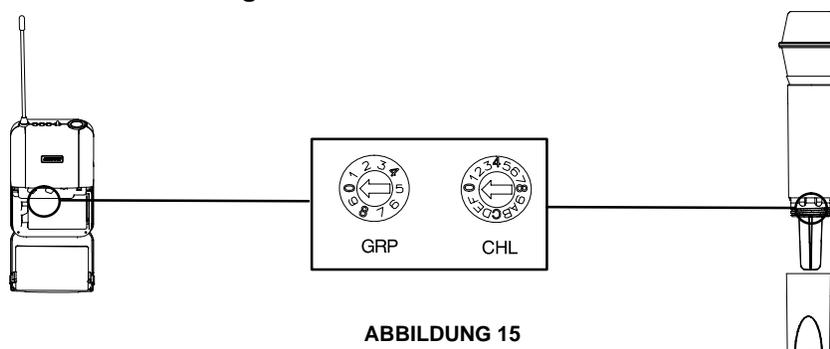

ABBILDUNG 15
- Den Sender ausschalten und das Batteriefach öffnen, um die Drehschalter GROUP und CHANNEL zu erreichen. Siehe Abbildung 15.